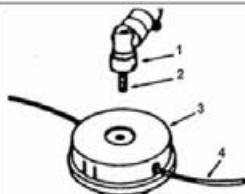

Fig.BC6
4.5- Instalación de la bobina de cable de nylon (Fig.BC6)
- Fig.BC6